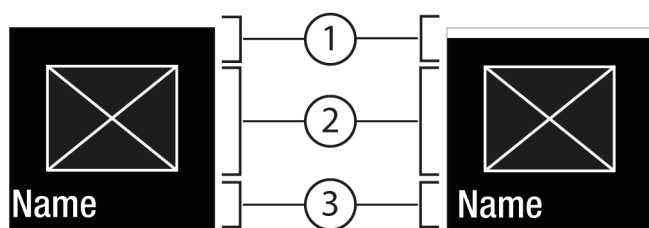
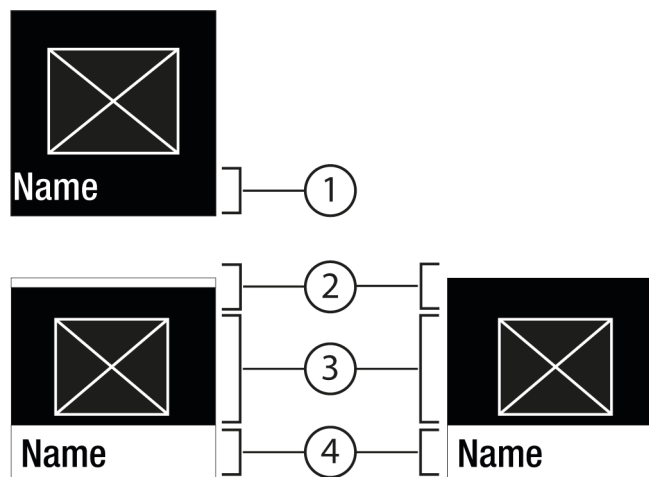

Fig. 6
Fig. 7
- Avec Confirmer Fig. 5 (2), appeler le sous-menu Fig. 7 (4).
- Régler une nouvelle valeur : Avec Confirmer Fig. 5 (2), sélectionner une valeur désactivée Fig. 6 (1).
- Retour au menu : Avec Confirmer Fig. 5 (2), sélectionner la valeur déjà activée Fig. 6 (2).
- ▷ Status : activé *Fig. 6 (1)* s'affiche brièvement dans le sous-menu *Fig. 7 (4)*.